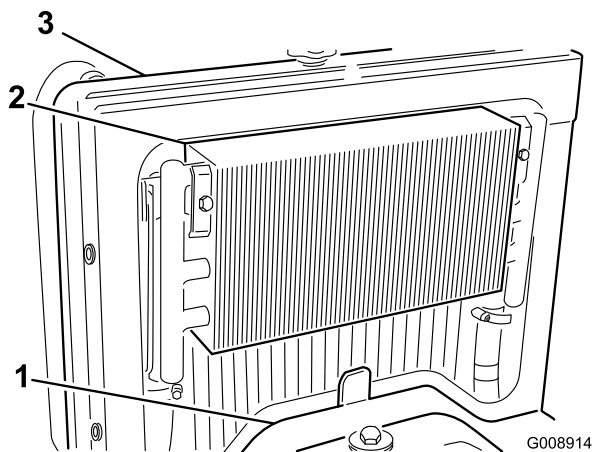

Рисунок 52
2. Снимите панель доступа (Рисунок 52).